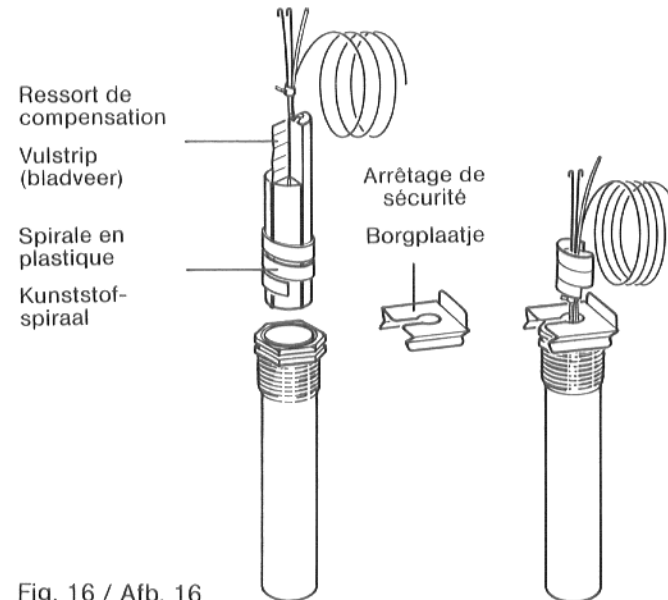

Fig. 16 / Afb. 16
La spirale en plastique recule automatiquement quand les sondes sont introduites (Fig. 16).
Le ressort de compensation doit être introduit dans le doigt de gant ensemble avec les sondes (Fig. 16).
9. Presser l'arrêtage de sécurité (faisant partie de la livraison du tableau de commande) du haut ou du côté sur la tête du doigt de gant (Fig. 16).
De kunststofspiraal schuift bij het in de dompelhuls steken, automatisch terug (Afb. 16).
De uit een bladveer bestaande vulstrip moet samen met de voelers in de dompelhuls worden geschoven (Afb. 16).
9. De borgplaat (is bij de levering schakelkast) vanaf de zijkant of vanaf de bovenkant op het bovengedeelte van de dompelhuls drukken (Afb. 16).